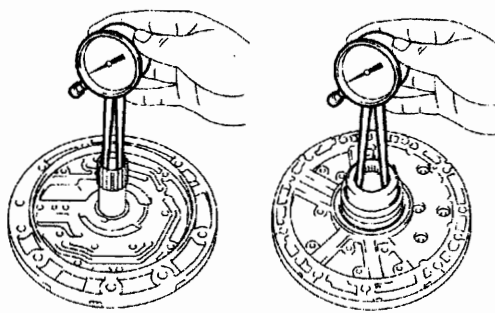

图 12-1-104
(7) 检查定子轴总成。如图 12-1-104 所示, 用百分表测量定子轴衬套内径。最大内径: 前侧为 21.577mm, 后侧为 32.08mm。若内径大于最大值, 则更换定子轴。